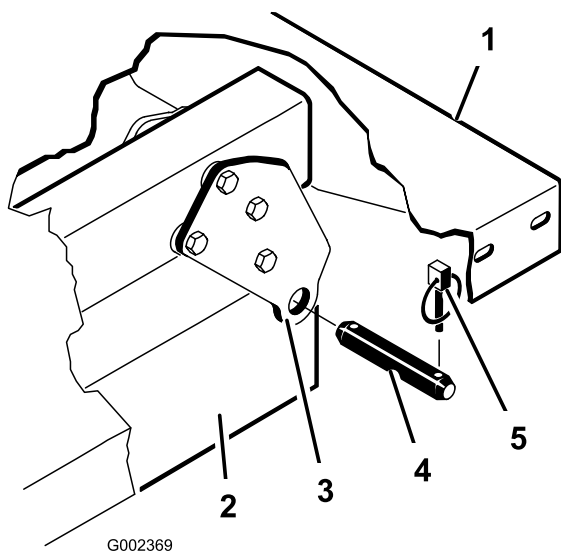

図 4
4. ピボットブラケットをフレームに固定しているリンチピンとクレビスピンを外す(図 4)。